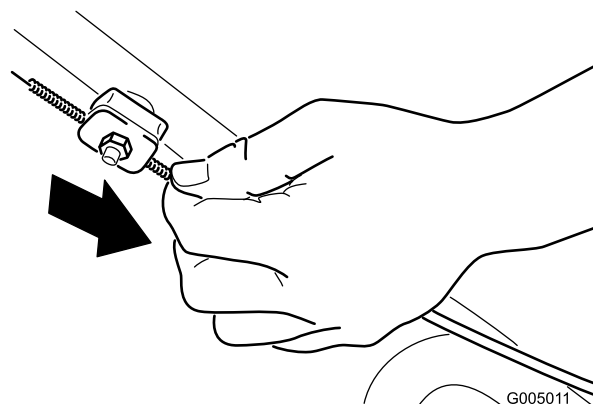

Figure 29
2. Tirez la gaine du câble vers le bas (vers la machine) jusqu'à ce qu'il n'y ait plus de mou dans le câble (Figure 29).